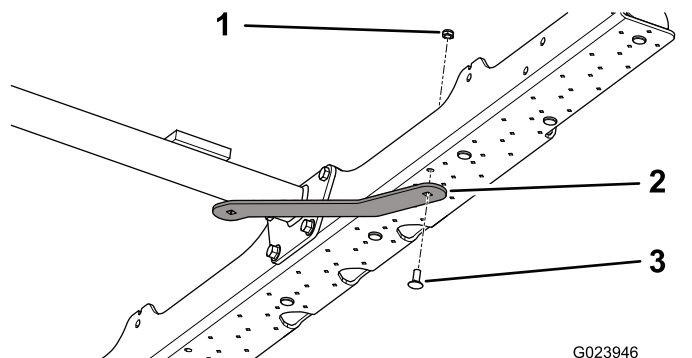

図 5
1. サポートブレースの短い方の端部が牽引バーに届くように、ブレースの長い方の平たい端部をボトム・プレートの下側に並列させる 図 5。
2. サポートブレースを、ボトム・プレートに固定するボルト5/16 x 3/4 インチ1本とロックナット5/16 インチ1個を使用する 図 5を参照。